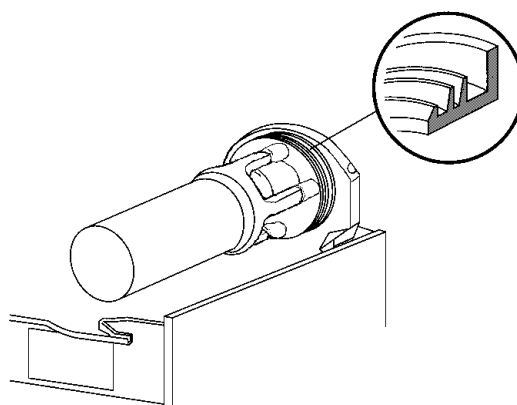

figura 14
- 4 Volver a montar en su alojamiento la junta del contenedor. **NOTA:** El borde de mayor diámetro debe ser apoyado en la pared posterior (ver figura 14).